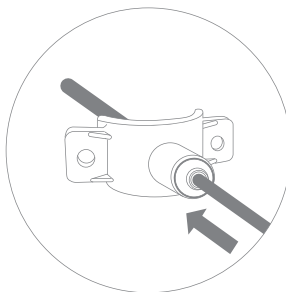

Рис. 9
3. Трубку красного цвета из комплекта поставки вставьте через штуцер хомута в просверленное отверстие на 7...10 мм (рис. 9).